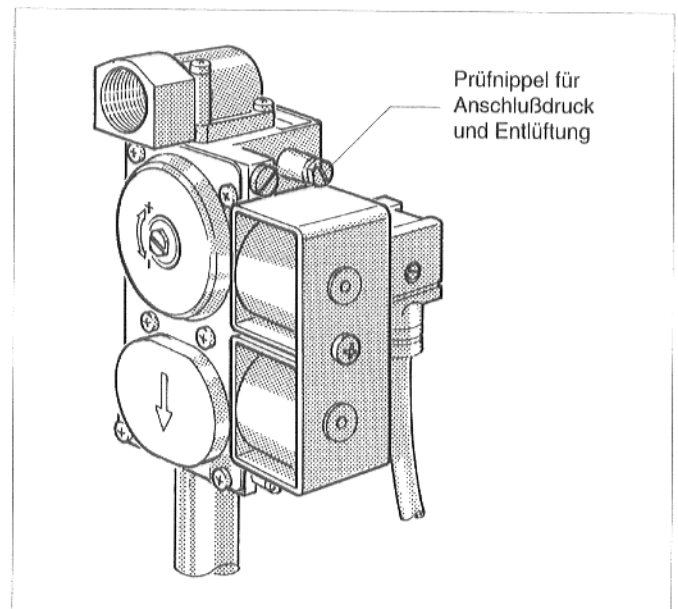

Abb. 20: Gasbrennerarmatur "SIT" 830 Tandem
- Gaszuleitung entlüften: Verschlußschraube des Prüfnippels für Anschlußdruck und Entlüftung an der Gasbrennerarmatur (Abb. 20 bis 22) zwei Umdrehungen lösen; bei "SIT" 830 Tandem Verschlußschraube entfernen. Wenn keine Luft mehr vorhanden ist, Verschlußschraube des Prüfnippels wieder schließen.